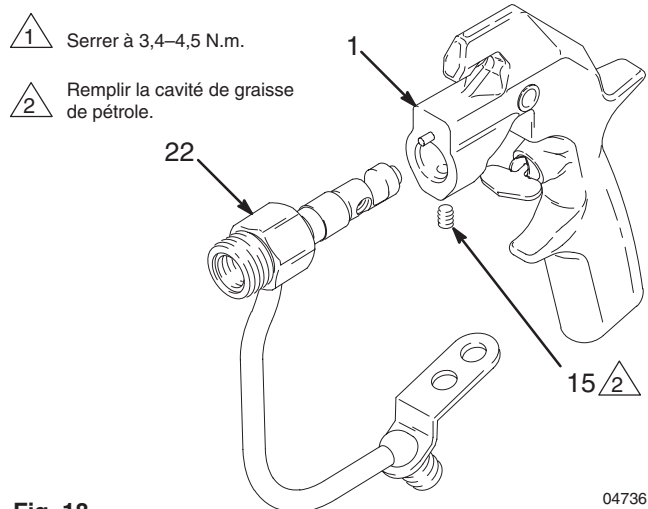

Fig. 18
6. Insérer le corps du tuyau de produit (22) dans le corps du pistolet (1) jusqu'à l'immobilisation. Serrer la vis de réglage (15) à 3,4–4,5 N.m. Remplir la cavité de la vis de réglage de graisse de pétrole. Voir Fig. 18.